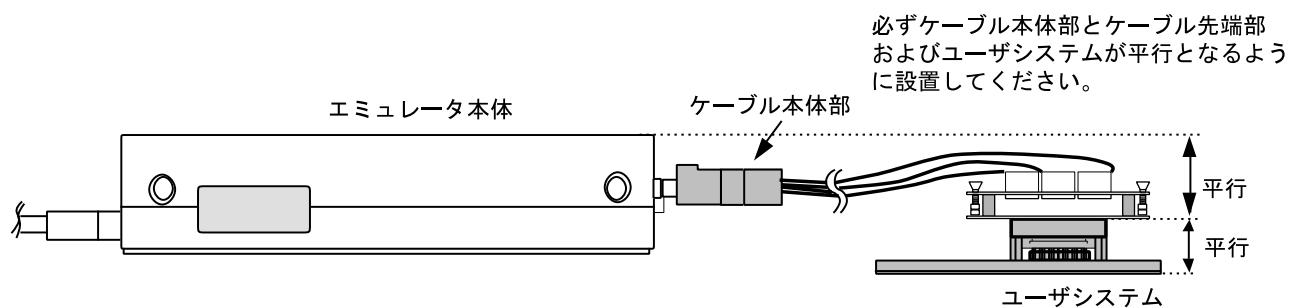

図10 設置例
- (1) ユーザシステムへの接続時には1ピン位置に十分注意して、誤接続は絶対にしないでください。
- (2) 本ユーザシステムインターフェースケーブルを使用する場合の推奨マウントパッド寸法は、MCU実装用マウントパッド寸法とは異なりますので注意してください。
- (3) 本ユーザシステムインターフェースケーブルは、HS7010EPI60Hエミュレータ専用ですので、他のエミュレータ本体には使用しないでください。
- (4) ケーブル本体部が断線する可能性がありますので、本ユーザシステムインターフェースケーブルの上に重いものや金属等の角の尖ったものを置かないでください。
- (5) ユーザシステムに接続した状態では、ユーザシステムインターフェースケーブル、特にケーブル先端部に無理な力が加わらないように注意する必要があります。図10の設置例を参照してご使用ください。